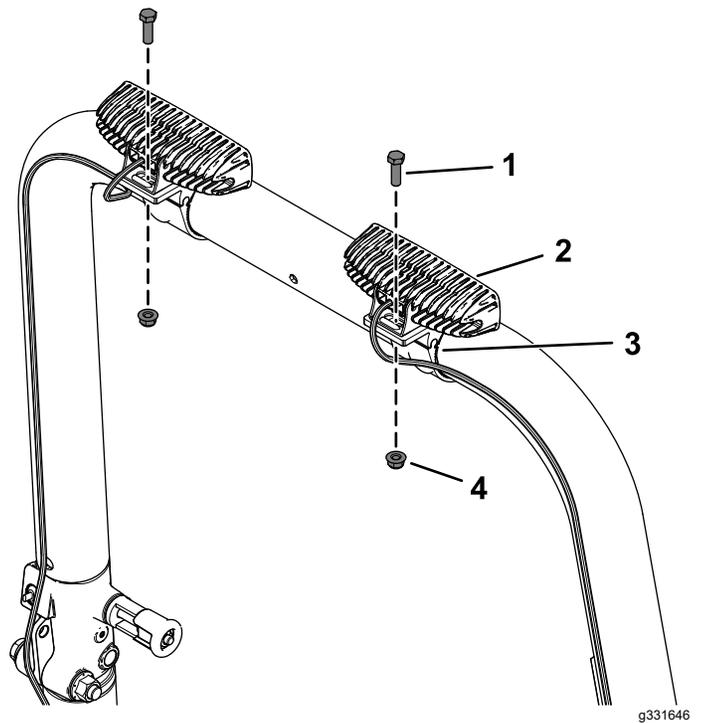

Figura 2
3. Sujete las 2 luces LED a las 2 abrazaderas usando los 2 tornillos de cabeza hexagonal (5/16" x 1") y 2 contratuercas (5/16"), como se muestra en la Figura 2.